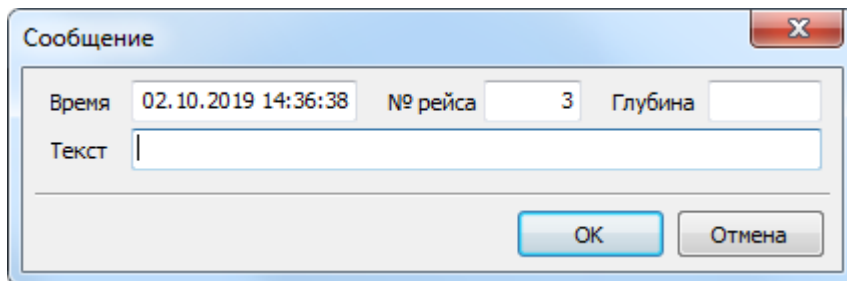

Рисунок 333. Диалог добавления нового сообщения
3. Появится диалог, аналогичный диалогу при добавлении сообщения в журнал (Рис. 333). Измените необходимые данные.